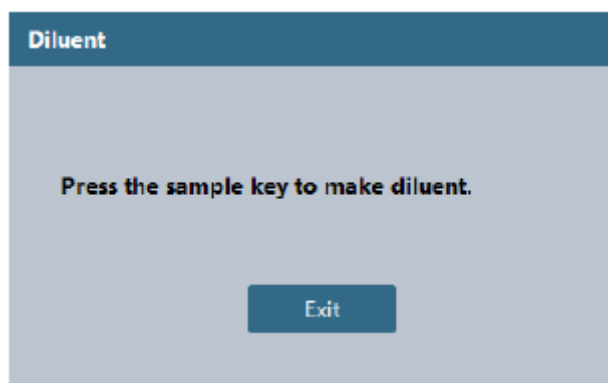

Figura 6-1: Adição do diluente
1. Clique no botão “Spit Diluent” na barra de status na parte superior do instrumento para abrir a seguinte caixa de diálogo mostrada na Figura 6-1.